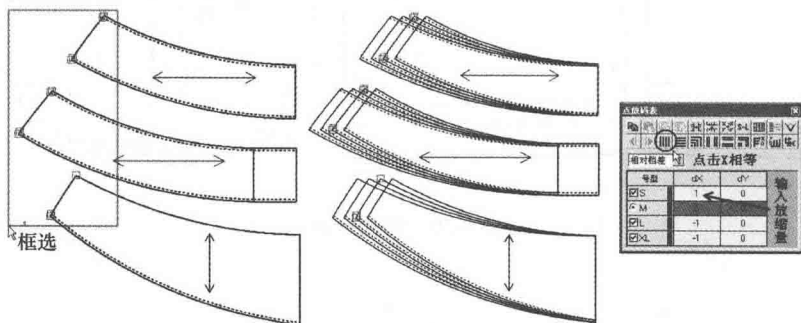

图5-33 前右腰头、后腰头、后育克放缩效果图
(3) 用 【选择纸样控制点】工具框选前右腰头、后腰头、后育克的一端, 在【横向放缩】栏输入放缩量 1cm, 然后点击 X 相等(图 5-33)。